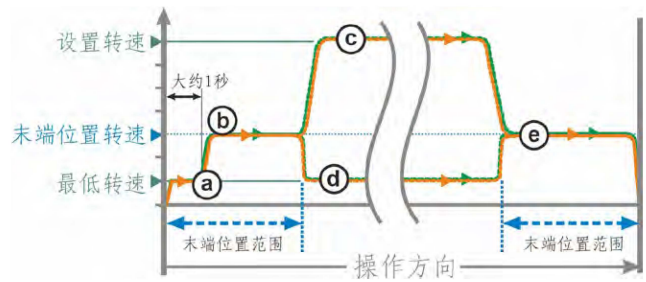

图1：末端位置转速 - 正常
- 从末端位置的最低转速，在大约1秒时间内（如图1中曲线a所示）切换到末端位置转速，参见曲线b；